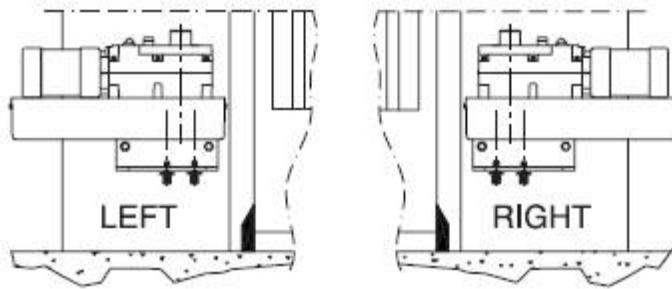

рис.5
- Закрепите редуктор на пластине 4 винтами, ориентируя редуктор направо или налево (рис. 5).